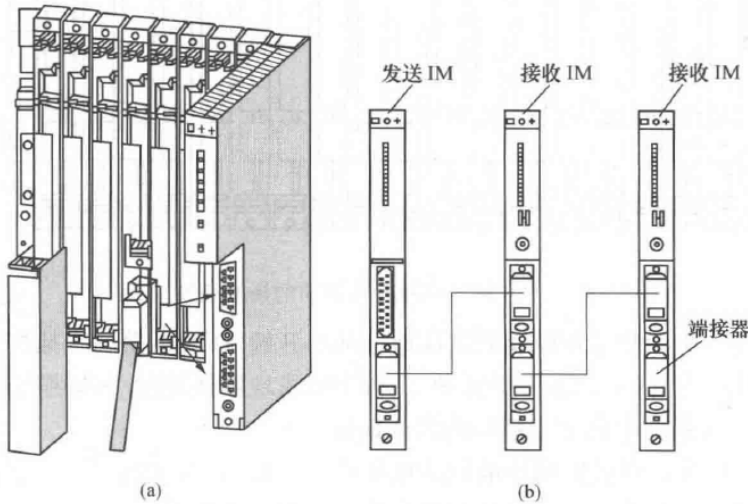

图 1-19 连接各个模块
答：装配由 CR 和 ER 组成的自动化系统时，通过 IM 的连接电缆连接各个模块。要连接各个模块，可按以下步骤进行：①准备好自动化系统所需的全部连接电缆；②从发送 IM 开始；③打开发送 IM 的外盖；④将第一条连接电缆的插入连接器插入其中一个发送 IM 的内孔连接器中，并用螺钉拧紧，如图 1-19(a) 所示；⑤若希望将两个 ER 连接到该发送 IM，应将第二个连接电缆的接头插入
发送 IM 的第二个端口；⑥合上发送 IM 的外盖；⑦打开第一个接收 IM 的外盖；⑧将连接电缆的空闲端插入接收 IM 的上部连接器中，并将连接器拧紧；⑨通过将发送接口（下部内孔连接器 X2）逐一连接到接收接口（上部内孔连接器 X1），连接剩余的接收 IM，如图 1-19(b) 所示。